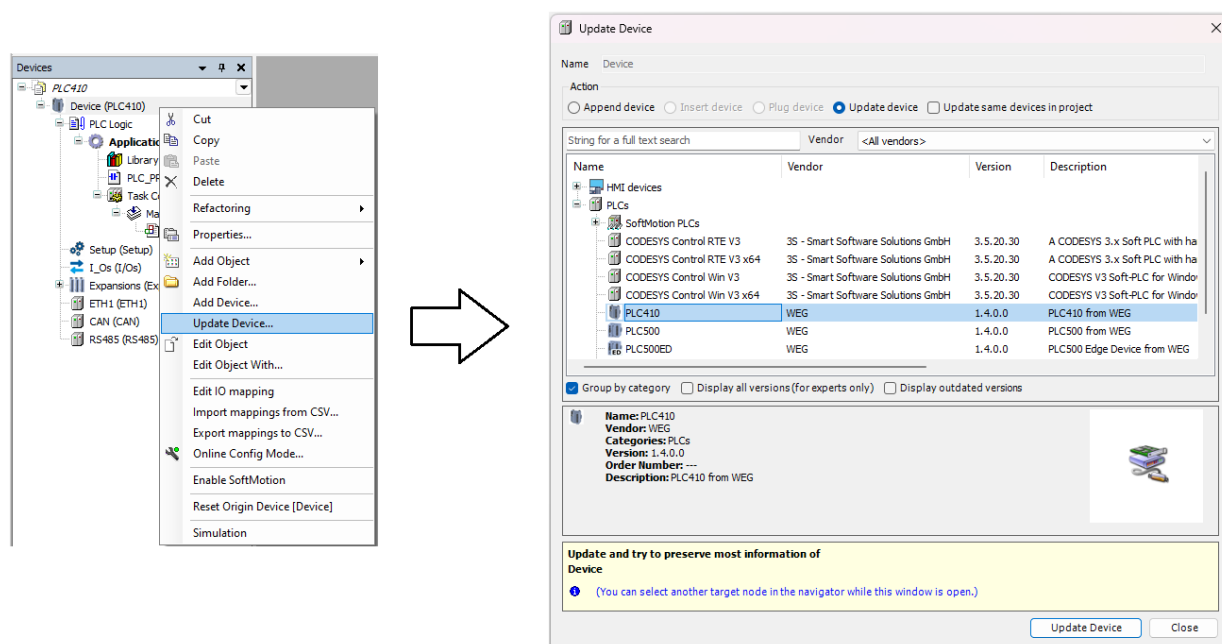

Figura 14.3: Atualizar dispositivo
- 5) Se um projeto existente for aberto, deve-se atualizar o dispositivo para a versão mais recente. Para isso, clique com o botão direito em **Device**, vá em **Update Device...** e escolha o dispositivo para atualizar, conforme mostrado na Figura 14.3 na página 14-2.